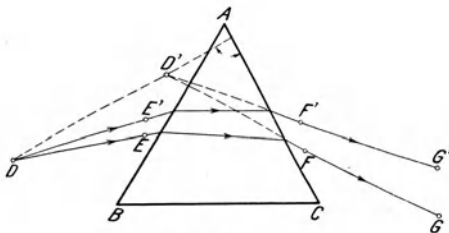

Fig. 127.
f) Stecke wie bei (a) den Weg des Lichtstrahls  $DEFG$  (Fig. 127) ab. Verschiebe die Nadel  $E$  nach einer benachbarten Stelle  $E'$  und